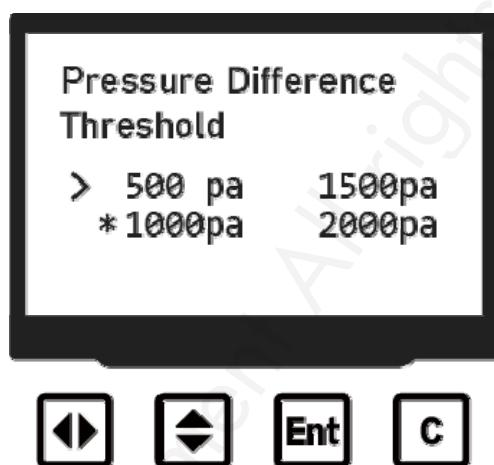

Figure 10-5
((1) Passez à l'interface de seuil de différence de pression en appuyant sur  , comme indiqué sur la figure 10-5.